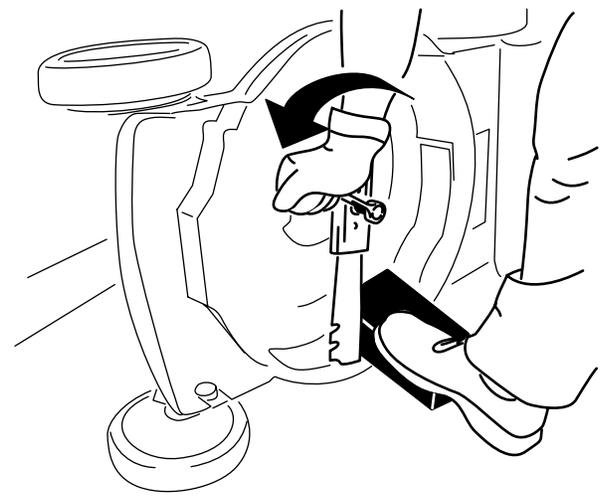

Figura 34
4. Retire la cuchilla, conservando todos los herrajes de montaje (Figura 34).
3. Utilice un bloque de madera para inmovilizar la cuchilla (Figura 34).